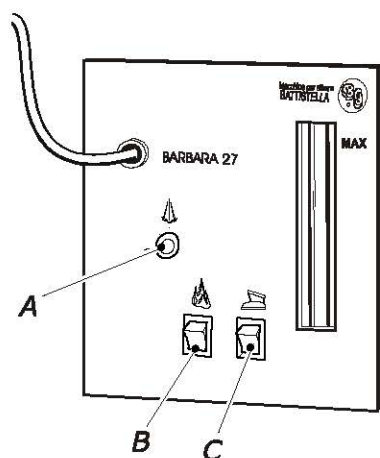
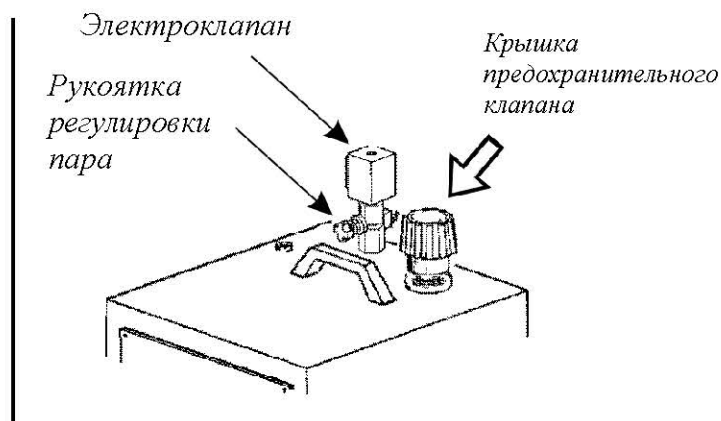
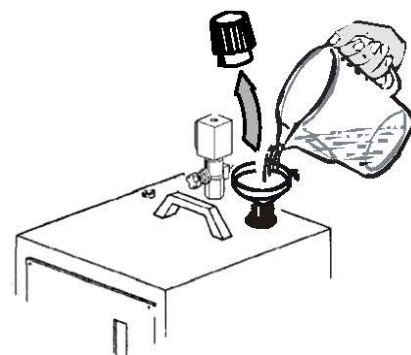

Рис. 2
Рис. 3
Рис. 6
1. Отвинтить колпачок клапана переносного парогенератора BARBARA 27 (рис. 1), заполнить бойлер необходимым количеством воды (рекомендуется не превышать значение MAX на стеклышке уровня – рис. 2). Ввинтить крышку обратно, держа ее за пластиковую часть. Не завинчивать ее слишком туго, иначе можно повредить уплотнение (см. Раздел 7).
4. Переключить выключатель бойлера в положение ВКЛ (рис. 2, В). Спустя примерно 5 мин переключить выключатель утюга в положение ВКЛ (рис. 2, С) и поставить термостат утюга (рис. 4) в положение «хлопок» (*cotone*).
5. Подождать отключения сигнальной лампочки бойлера (рис. 2, А). Затем поднять утюг за пробковую ручку и нажать на микровыключатель утюга (рис. 5) 4-5 раз для выпуска пара. Также следует удостовериться в насыщенности пара (нажав микровыключатель и направив утюг в пол). Также можно регулировать количество пара, вращая круглую рукоятку регулировки пара на электромагнитном клапане (рис. 3). После этих операций утюг готов к работе.
Во время глажки сигнальная лампочка бойлера постоянно включается и гаснет, что свидетельствует о нормальной работе (рис. 2, А).
11. **Колпачок клапана (рис. 3) запрещается менять на колпачки других видов. Прим.: Колпачок клапана рассчитан на давление 4,5 бар и, кроме того, выполняет функцию предохранительного клапана.**
5. Когда переносной парогенератор BARBARA 27 будет использоваться вместе с гладильной доской без всасывания, на столе могут появиться водяные пятна. В таком случае уменьшить поток пара из утюга с помощью круглой рукоятки регулировки пара (Рис. 3). Поэтому мы советуем использовать устройство с доской, имеющей функции всасывания и подогрева.
Тогда следует вынуть вилку из розетки, открутить на 360° колпачок клапана (рис. 3) и дождаться улетучивания всего пара. С особой осторожностью открутить и снять колпачок, подождать 5-10 минут.
Затем долить в бойлер воду (рис. 6) так, чтобы не превысить уровень MAX (см. п. 1 Раздела 4). Советуем доливать воду с помощью воронки. Прикрутить обратно колпачок клапана (рис. 1), вставить вилку в розетку сети и дождаться, пока погаснет сигнальная лампочка бойлера (рис. 2, А).
Отвинтить и снять колпачок клапана (рис. 3) и наклонить переносной парогенератор BARBARA 27 вправо, чтобы слить воду и возможную грязь.
4. колпачка клапана каждые 2500 ч работы или не реже раза в 3 года (рис. 3).